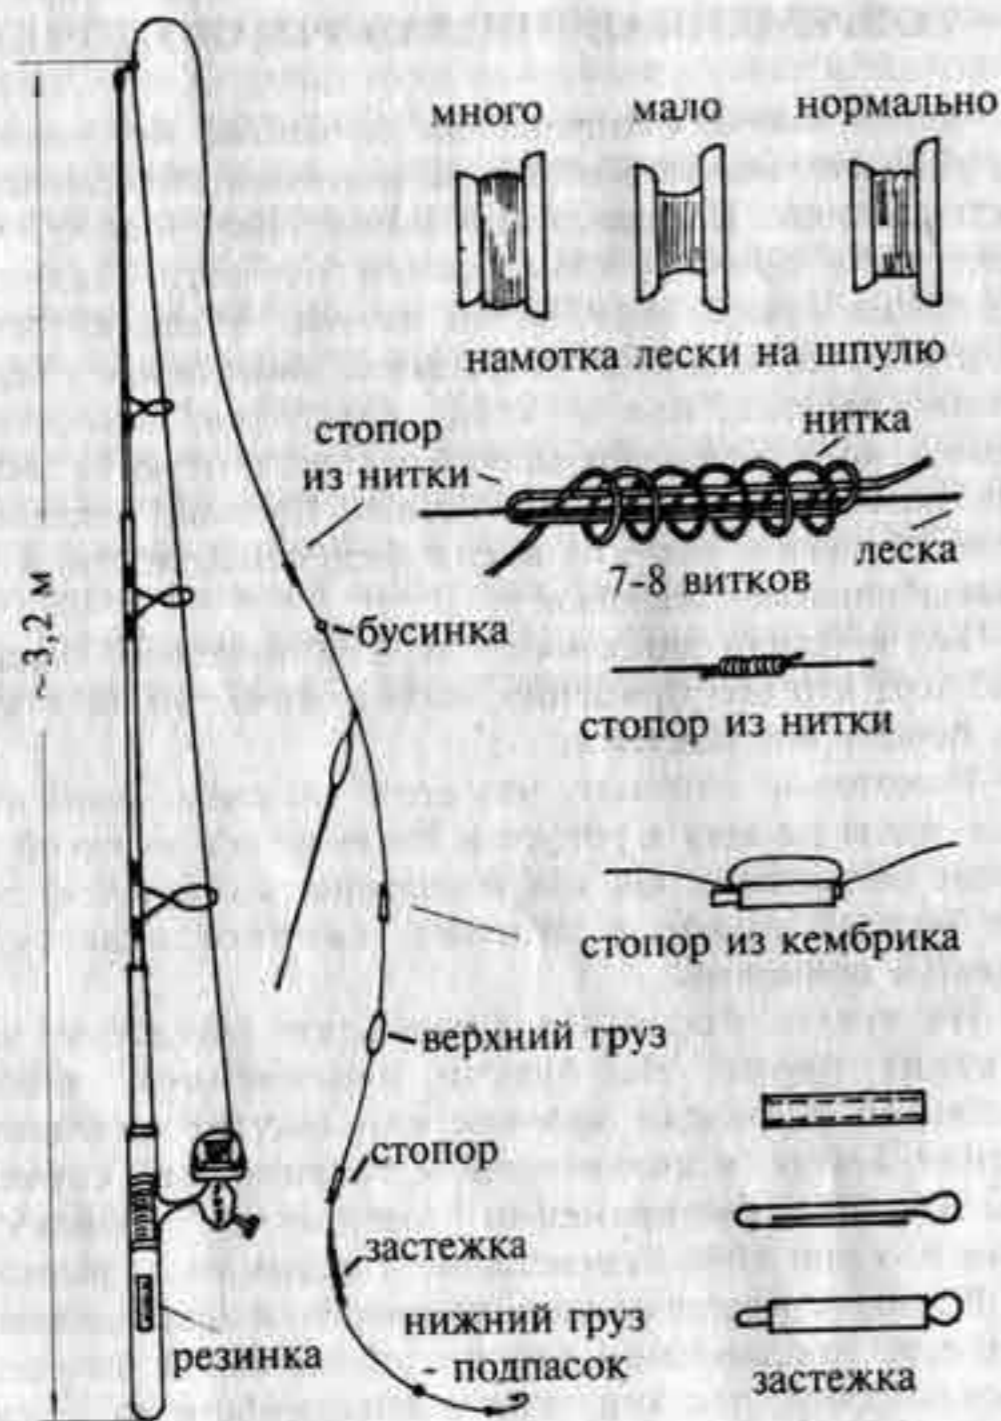

Рис.1. Удочка для дальнего заброса насадки
Общий вид удочки показан на рис.1. Заранее оговоримся, что размеры как самой удочки, так и ее отдельных деталей могут в широких пределах изменяться в зависимости от условий ее применения и размеров предполагаемой рыбы. Поняв основной принцип изготовления снасти и взаимосвязь между ее отдельными деталями, не составит большого труда изготовить удочку с другими размерами ее составных частей.
2) По инструкции, леска после ее намотки, должна заполнить шпулю катушки на 2-3 мм ниже передней щеки шпули. Если отмеренного заранее количества не хватит для нормального заполнения шпули, то перед намоткой лески внутреннюю часть шпули следует обернуть прокладкой из пористой резины. Толщина прокладки должна обеспечивать нормальное заполнение шпули леской (рис. 1).